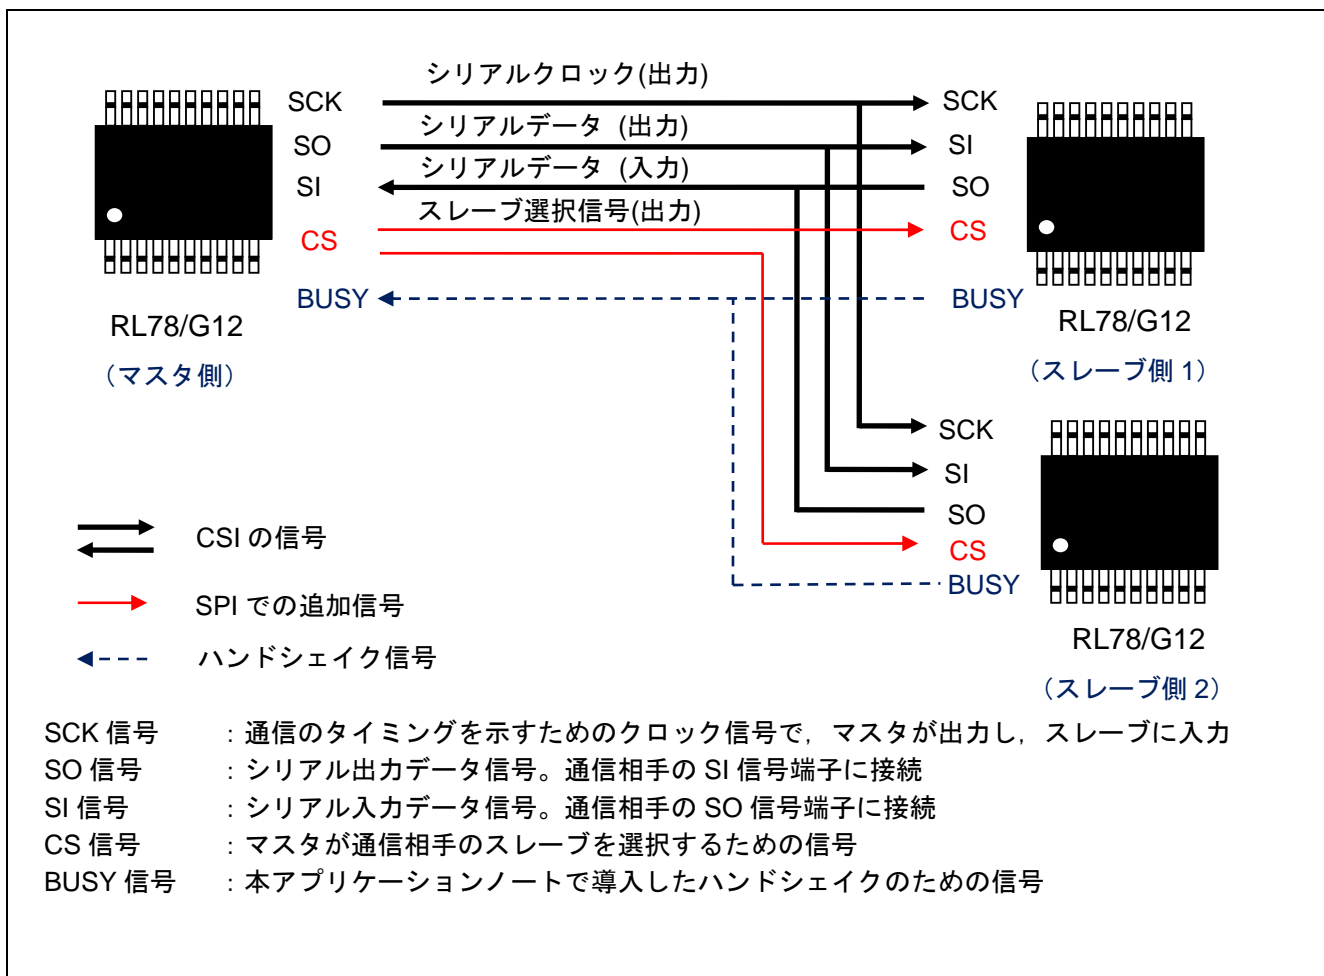

図 1.1 CSI 通信の概要
CSI はシリアルクロック (SCK), シリアル入力データ (SI), シリアル出力データ (SO) の 3 本の信号を用いたクロック同期式シリアル通信です。SPI (Serial Peripheral Interface) はこれにスレーブを選択するための CS (Chip Select) 信号が追加されます。信号の関係を図 1.1 に示します。